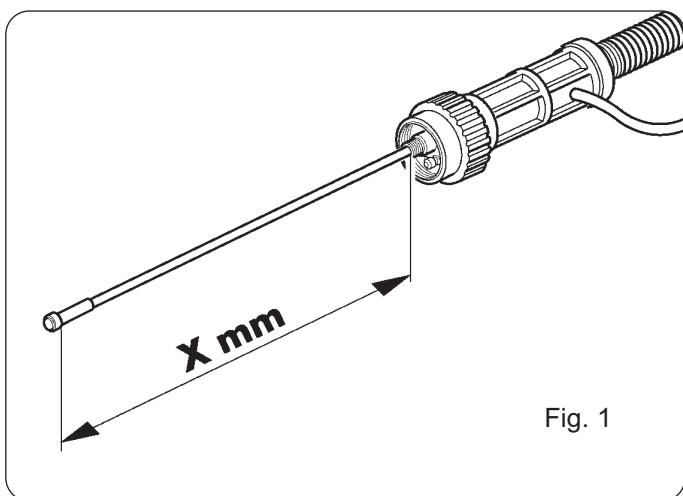

Fig. 1
- O guia é mais longo que a tocha, permanece **X** mm mais avançado (veja fig. 1).
- Medir com precisão a parte que avança (veja fig. 1).